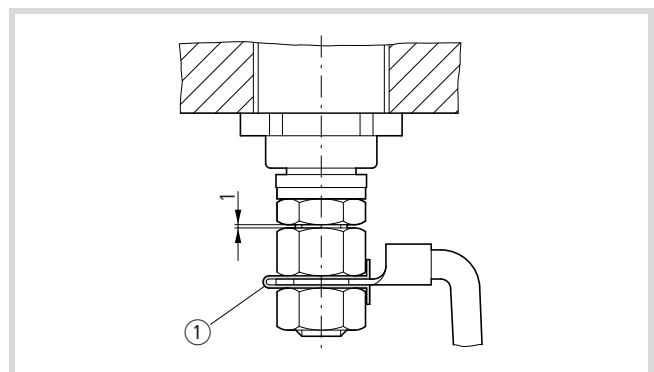

Figure 23 : Blocage de l'écrou de fixation
- Bloquez l'écrou de fixation à l'aide d'une plaque d'arrêt ① pour éviter l'auto-desserrage (→ fig. 23).